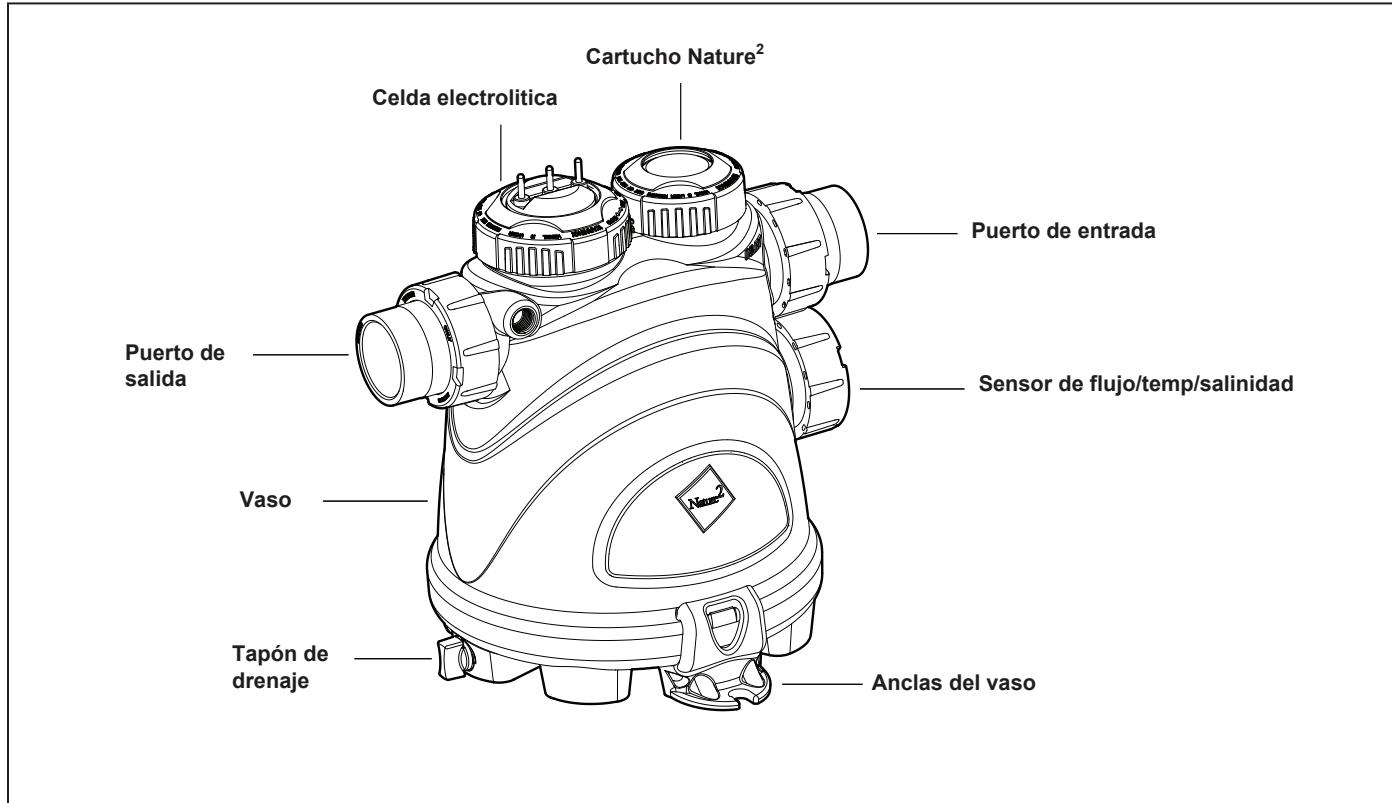

Figura 1. Componentes del Nature² Fusion Soft
- Figura 1. Componentes del Nature² Fusion Soft.. 59